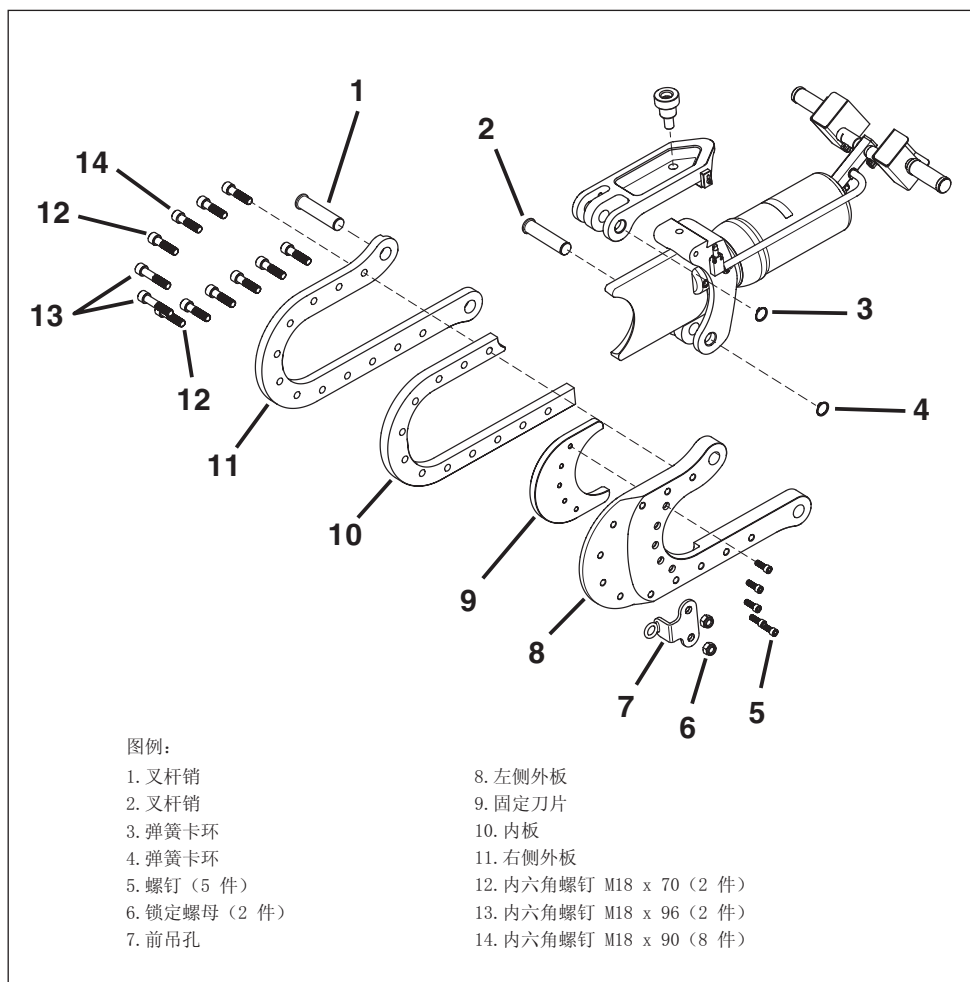

图 11，固定刀片更换
请按下述步骤更换固定刀片。参见图 11。
6. 拆卸弹簧卡环（图 11，第 4 项）。拆卸叉杆销（图 11，第 2 项）和切割头（图 11，第 5-14 项）。
7. 拆卸两个内六角螺钉（图 11，第 13 项）、锁定螺母（图 11，第 6 项）和前吊孔（图 11，第 7 项）。
8. 拆卸两个内六角螺钉（图 11，第 12 项）和八个内六角螺钉（图 11，第 14 项）。
9. 拆分左侧外板（图 11，第 8 项）、内板（图 11，第 10 项）和右侧外板（图 11，第 11 项）。
10. 拆卸固定刀片的五个螺钉（图 11，第 5 项）和刀片（图 11，第 9 项）。
11. 使用五个固定刀片螺钉（图 11，第 5 项）将新的固定刀片（图 11，第 9 项）安装到左侧外板（图 11，第 8 项）之上，扭矩为 64 ft-lb [87 Nm]。还应涂抹乐泰243 螺纹锁固胶或同类产品。
12. 使用八个内六角螺钉（图 11，第 14 项）和两个内六角螺钉（图 11，第 12 项）将左侧外板（图 11，第 8 项）、内板（图 11，第 10 项）和右侧外板（图 11，第 1 项）组装到一起。扭矩为 213 ft-lb [289 Nm]。
13. 安装两个内六角螺钉（图 11，第 13 项）、前吊孔（图 11，第 7 项）和锁定螺母（图 11，第 6 项），扭矩为 213 ft-lb [289 Nm]。
14. 使用叉杆销（图 11，第 5 项）和弹簧卡环（图 11，第 2 项），将切割头（图 11，第 5-14 项）固定至工具主体。